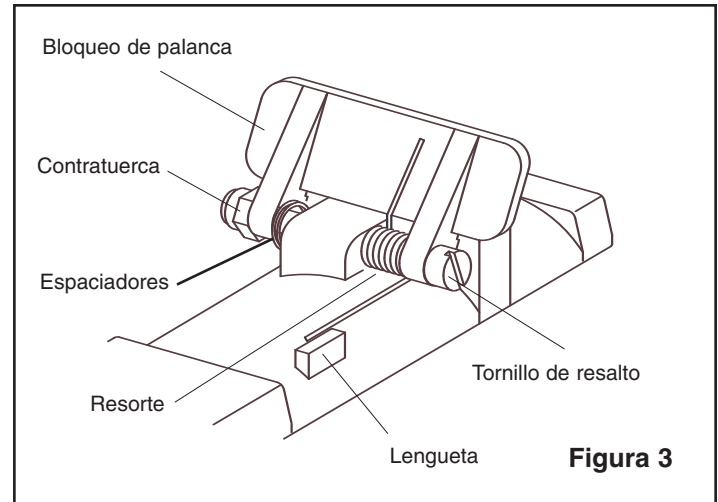

Figura 3
4.4 Reemplazo del bloqueo de la palanca, Figura 3
Retire la contratuerca del tornillo de resalto. Antes de quitar el tornillo, observe la posición de los espaciadores y del resorte, tal como se muestra en la Figura 3. El extremo doblado del resorte está hacia el interior y forzando hacia arriba el bloqueo de la palanca. El extremo recto está hacia la parte exterior mirando hacia abajo y contra la lengüeta.